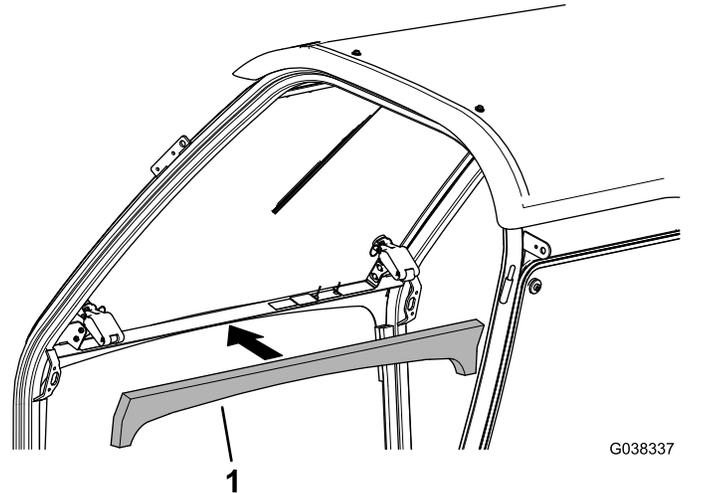

Figur 9
2. Fjern de tre skruene og tre mutterne som fester venstre håndtak, og fjern det (Figur 9).
8. Monter det venstre håndtaket du fjernet tidligere, med de tre skruene og tre mutterne (Figur 9).